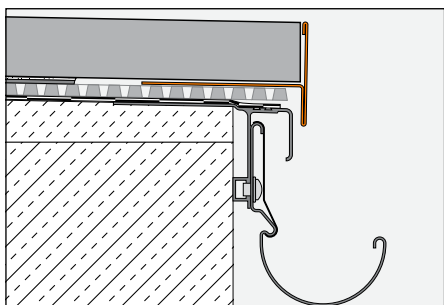

Fig. 2
Forarbejdning til udlægning af selv bærende pladeelementer på mørtelkontaktpunkter med BARA-RT/ BARA-RTC (fig. 2 og 3)
3.2 Ved udlægning på TROBA-PLUS med tyndmørtel-sokkelringene (fig. 2) Schlüter-TROBA-STELZ-DR dækker afslutningsprofilen BARA-RT/BARA-RTC belægningskonstruktionens frie kant. I dette tilfælde placeres de yderste tyndlags-kontaktpunkter på BARA-RT/ BARA-RTC's trapezperforerede forankringsben. Herefter lægges de selv bærende pladeelementer på kontaktpunkterne.